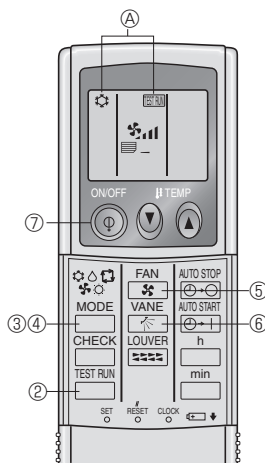

Fig. 7-5
7.2.2. Utilisation de la télécommande sans fil (Fig. 7-5)
- ① Mettre l'appareil sous tension au moins 12 heures avant l'essai de fonctionnement.
- ② Appuyer sur le bouton deux fois sans le relâcher.